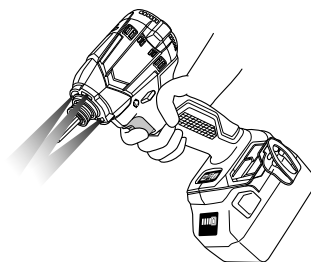

Bild 15
**LED-LAMPANS VARNINGSSIGNAL (Bild 15)**